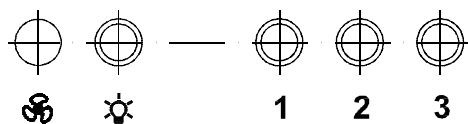

РИС. 9
7.2.2. Кнопочный переключатель (рис.9) с лампой индикации имеет четыре кнопки с фиксацией.
- перед установкой зонта снимите алюминиевые фильтры (рис.9),